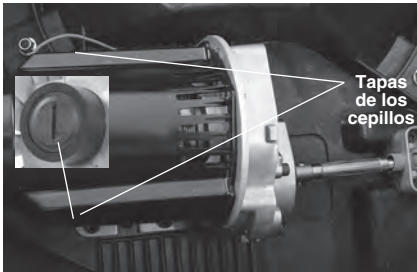

Figura 21 – Inspección y reemplazo de los cepillos del motor
2. Con un destornillador, extraiga las tapas de los cepillos (*Figura 21*). Extraiga cada cepillo y examínelo. Si está dañado o mide menos de 1/2" (13 mm), reemplácelo.